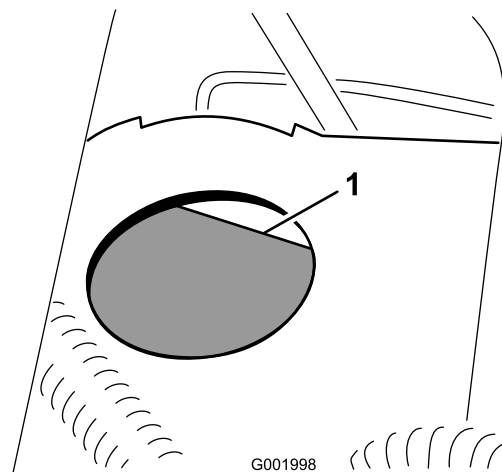

Figura 57
2. El nivel de líquido debe llegar a la línea Lleno del depósito (Figura 57).